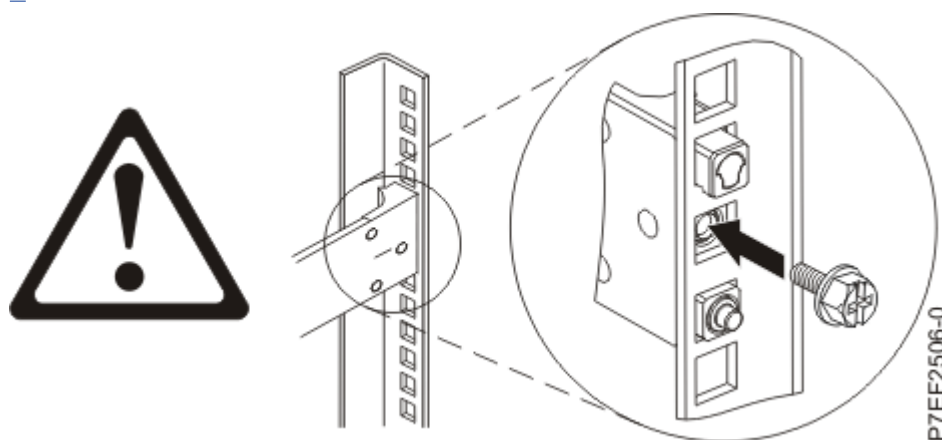

Figure 4. Réinstallation de la vis
4. Réinstallez la vis qui a été retirée à l'étape «2», à la page 4, comme illustré dans la Figure 4, à la page 5.